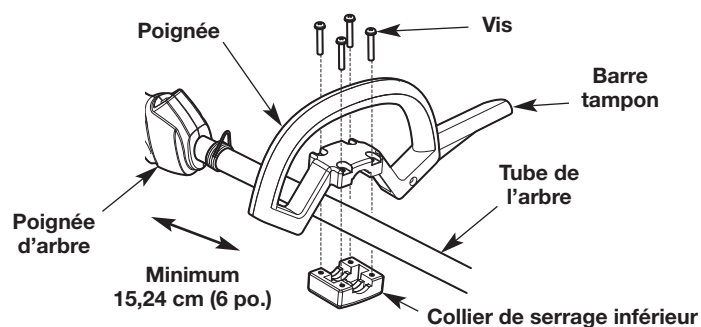

Fig. 3
1. Utilisez un grand tournevis à tête plate ou un tournevis Torx T-25 pour enlever les quatre vis (4) et le collier de serrage inférieur de la poignée.
4. Insérez les quatre vis (4) à travers la poignée et dans le collier de serrage inférieur.
6. Tout en tenant l'appareil en position d'utilisation (Fig. 13), déplacez la poignée à la hauteur vous assurant la meilleure prise en main. Placez-la à 15,24 cm (6 po.) au moins de l'extrémité de la poignée d'arbre (Fig. 3).
2. Tout en tenant l'appareil en position d'utilisation (Fig. 13), déplacez la poignée à la hauteur vous assurant la meilleure prise en main. Placez-la à 15,24 cm (6 po.) au moins de l'extrémité de la poignée d'arbre (Fig. 3).